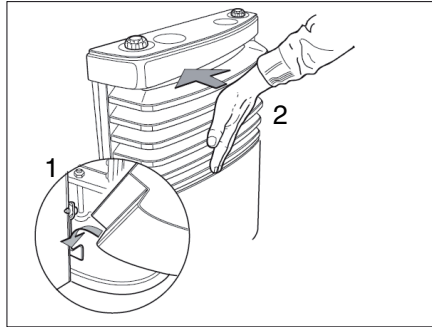

Fig. 107 Mettre en place le revêtement du chauffage
- Monter le revêtement du chauffage A cet effet, accrocher le revêtement dans les paliers inférieurs (Fig. 107,1).
- Faire basculer le revêtement jusqu'à ce que le levier de verrouillage se verrouille de manière audible (Fig. 107,2).